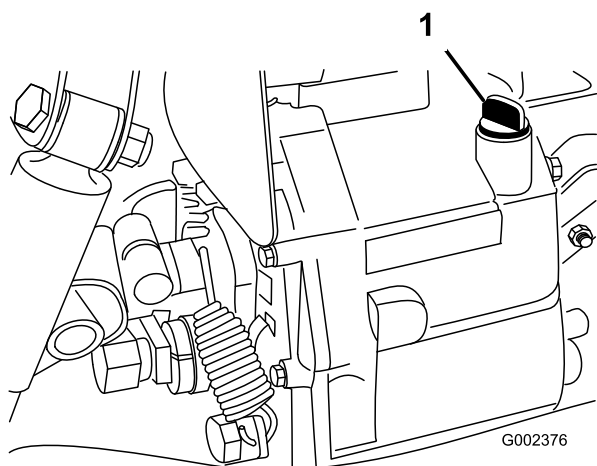

Figura 19
- Limpe a zona em redor da vareta (Figura 19).